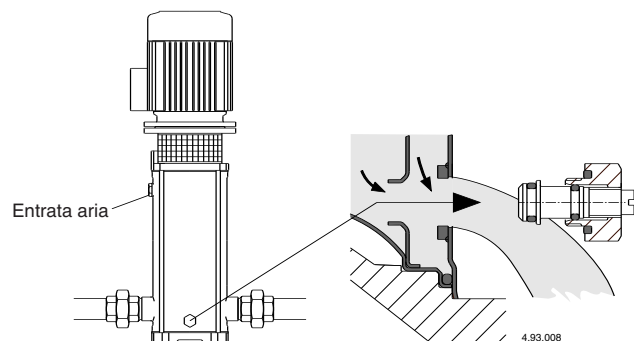

Fig. 4 Scarico
**Quando la pompa rimane inattiva deve essere svuotata completamente se esiste il pericolo di gelo (fig. 4).**
Prima dello smontaggio chiudere le saracinesche in aspirazione e mandata e svuotare il corpo pompa (fig. 4).